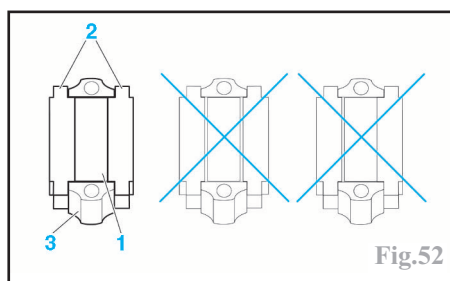

Fig.52
Monter les segments huilés sur les pistons en commençant par le segment raqueur (6) puis celui d'étanchéité (7) et enfin le segment coup de feu (8) en plaçant les marquages "Top" vers la tête du piston. Tiercer les segments à 120°, en les décalant par rapport à l'axe de piston et à la coupe du segment raqueur. Monter dans leur chapeau, les coussinets (1) huilés suivant la classe déterminée pour chaque maneton. Ils doivent parfaitement être centrés sur la bielle (3) et le chapeau. Utiliser pour cela l'outil (2) PSA 0194.P (Fig.52).